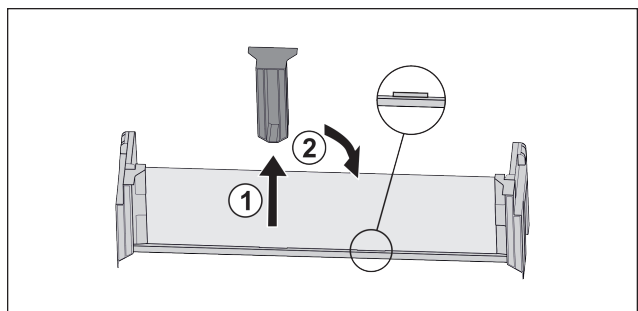

Fig. 67
▶ Mittleres Halteteil abziehen Fig. 67 (1).
- ▶ Mittleres Halteteil auf zweiter Position einsetzen Fig. 67 (2).